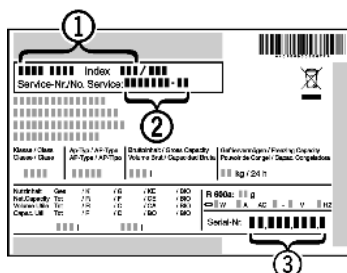

Fig. 8
▶ Apparaataanduiding *Fig. 8 (1)*, service-nr. *Fig. 8 (2)* en serie-nr. *Fig. 8 (3)* van het typeplaatje aflezen. Het typeplaatje bevindt zich aan de linkerkant binnen in het apparaat.
- ▶ Contact opnemen met de Technische Dienst en het probleem, apparaataanduiding *Fig. 8 (1)*, service-nr. *Fig. 8 (2)* en serie-nr. *Fig. 8 (3)* mededelen.